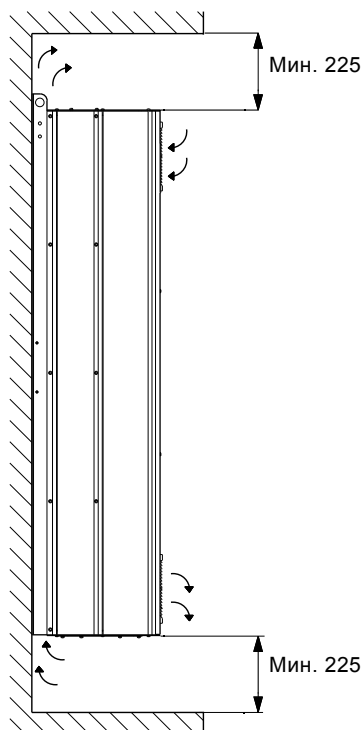

Рис. 4 Направление воздушного потока и необходимое пространство для охлаждения
- Достаточное свободное пространство над и под устройством CUE для циркуляции воздуха и подключения кабелей. См. рис. 4.